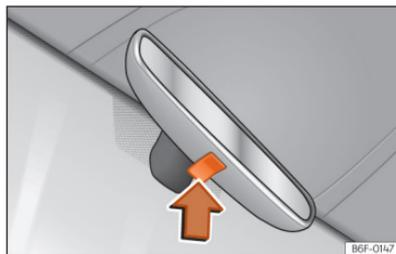

Fig. 86 Retrovisor com antiencandeamento manual.
• Para evitar o encandeamento, pressione a patilha do espelho retrovisor para cima »» Fig. 86 (seta).